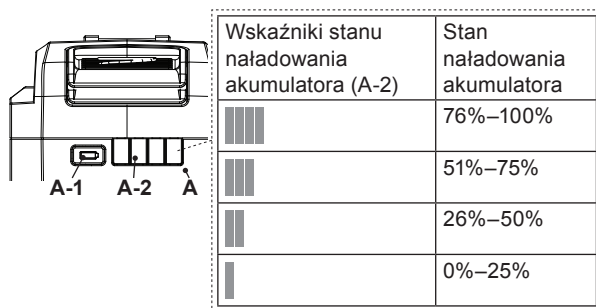

Rys. 4
Wskaźnik stanu ładowania (3) na ładowarce (1) pokazuje stan ładowania (rys. 4).